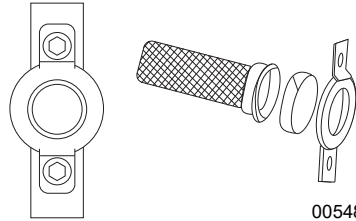

Figura 4-6. Pantalla del supresor de chispas
1. Consulte la **Figura 4-6**. Retire la pinza para quitar la sujeción.